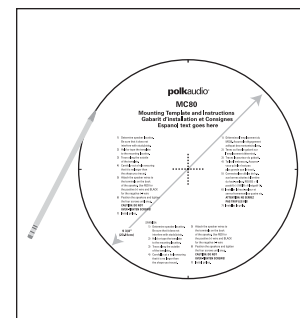

Figure 10a—Gabarit rond: Tracez à l'intérieur de la ligne du gabarit
2. À l'aide du gabarit, tracez l'endroit de l'installation avec un crayon. Utilisez un niveau pour vous assurer que le gabarit est bien droit et de niveau. C'est la taille exacte du trou (figures 10a et 10b).